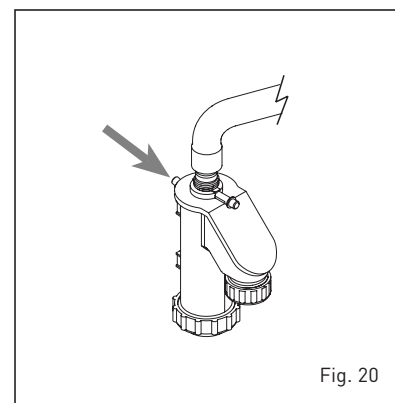

Fig. 20
4.5 MANUTENÇÃO (fig. 20)
cação é especialmente necessária quando o gerador fica parado por muito tempo). Esse enchimento é efectuado através do respectivo tampão (fig. 20).